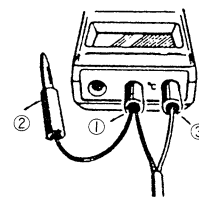

Fig. 2
- 調整が終わりましたら、黒リードプラグを抜き、赤プラグ③を差し込み、モードを℃または°Fにし、表示値を読みとります。（図2）表示値読みとりは、値が安定してから読んでください。
- After zero is adjusted, substitute the red test lead ③ for black test lead. Switch mode to $^{\circ}\text{C}$ or $^{\circ}\text{F}$, and read the value from the display. (See Fig. 2.) Give the display time to settle before taking the reading.